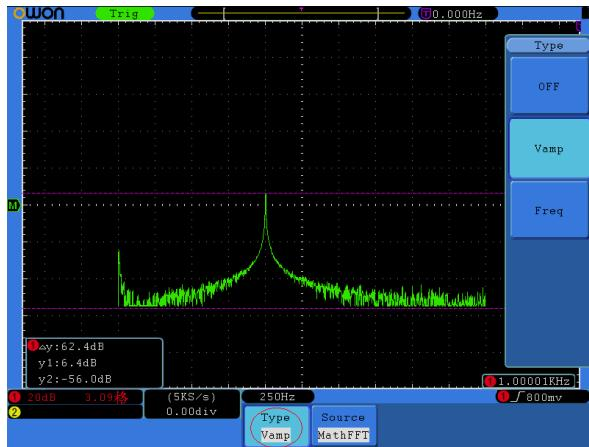

Рисунок 5.74. Вид осциллографа при курсорных измерениях амплитуд компонентов спектра сигнала в режиме FFT
3. В соответствии с особенностями измеряемой осциллограммы выберите положения курсора 1 и курсора 2 вращением регуляторов **VERTICAL POSITION** канала CH1 и канала CH2. В окне в левом нижнем углу окна отображения осциллограммы показываются разность потенциалов между курсорами и текущие значения положений обоих курсоров (см. рисунок 5.74).